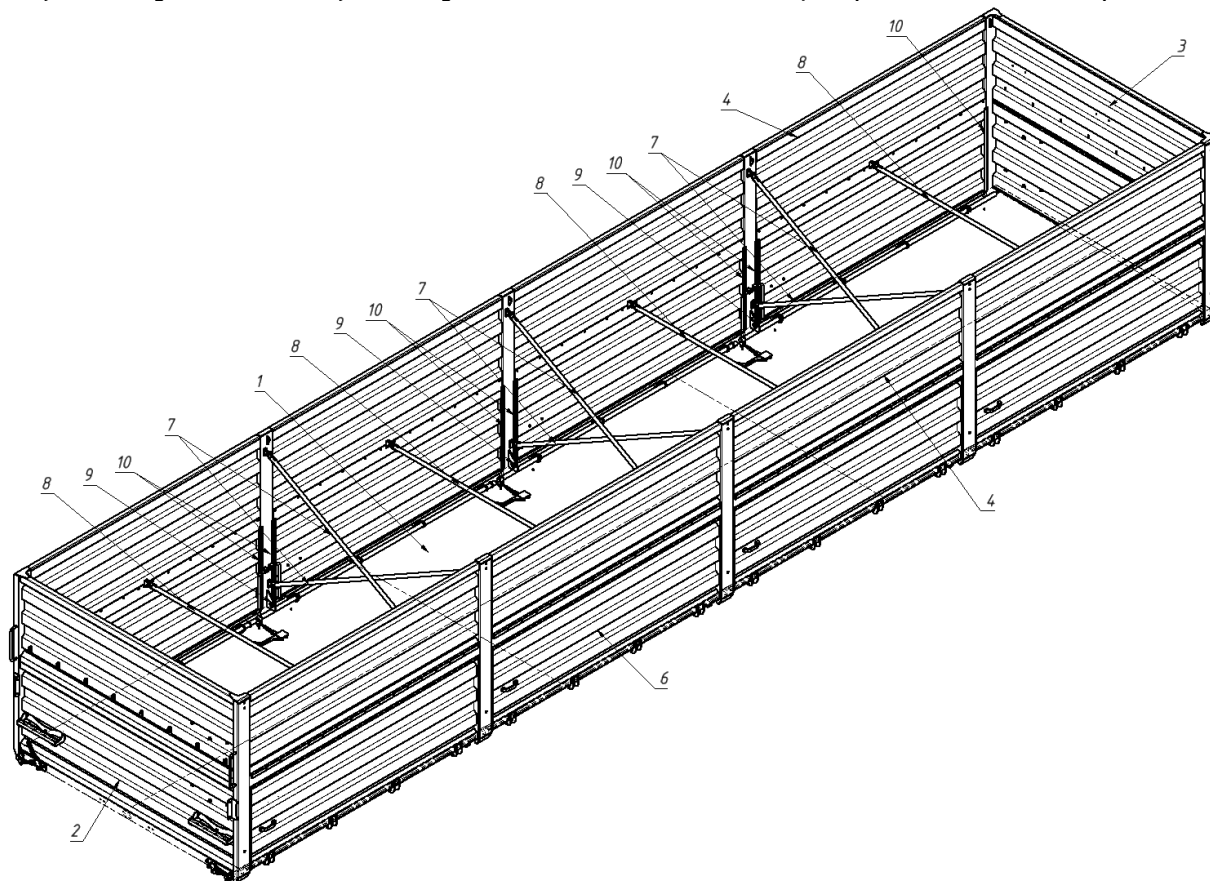
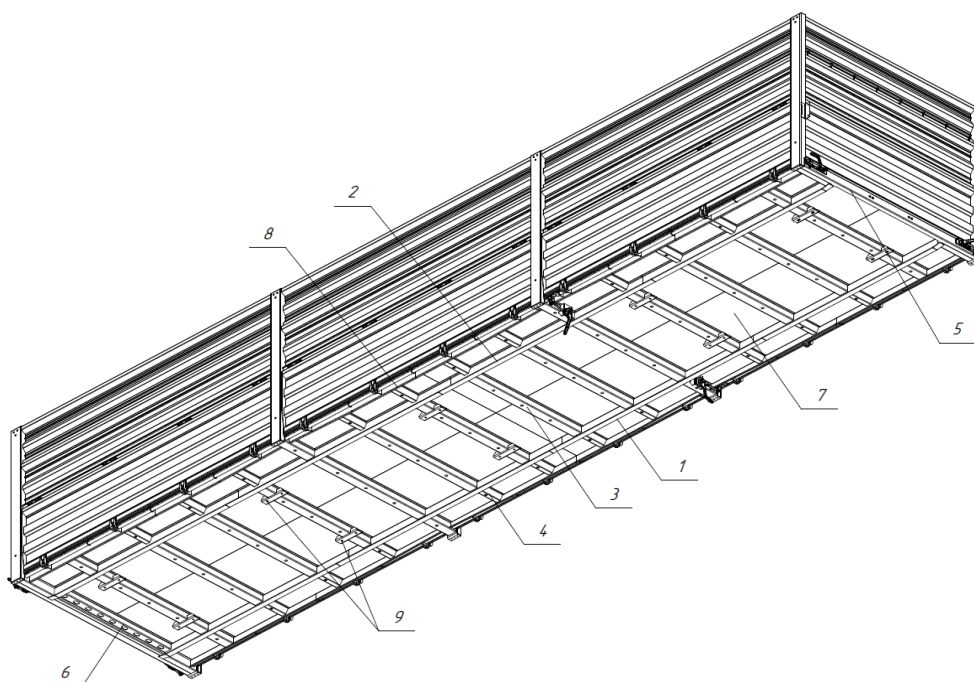

Рис. 1.16 – Общий вид платформы полуприцепа
Рис. 1.17 – Основание платформы
Платформа полуприцепа может быть выполнена в двух вариациях: неразъемной конструкции (рис. 1.16) и разъемной (рис. 1.17). Представляет из себя металлическую конструкцию коробчатого типа с открытым верхом (рис. 1.16).
Основание платформы разъемного исполнения (рис. 1.17) состоит из левого (1) и правого (2) лонжеронов, связанных средними (3), крайними (4), передней торцевой (5) и задней торцевой (6) поперечинами, настила (7), боковых обвязок (8) и кронштейнов крепления к раме (9).